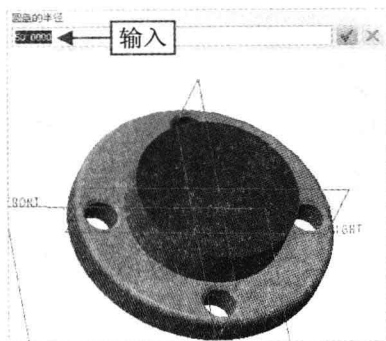

图 8-101 输入 50
Step 03 在绘图区选择模型的顶面，并选择 RIGHT 基准平面，弹出“圆盖的半径”数值框，输入 50，如图 8-101 所示。